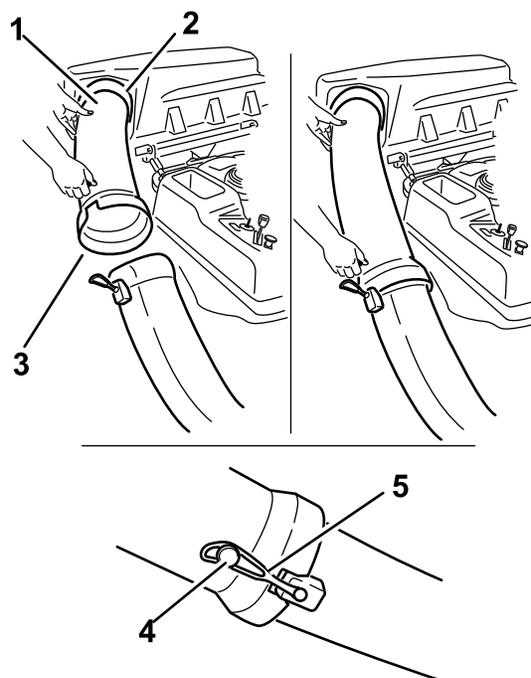

Рисунок 29
- Наденьте раструбный конец трубки выброса на конец желоба. Переместите резиновую упорную накладку на защелках желоба на штифт на трубке выброса, чтобы закрепить ее (Рисунок 29).
- Вставьте изогнутый конец трубки выброса в отверстие в верхней части травосборника (Рисунок 29).